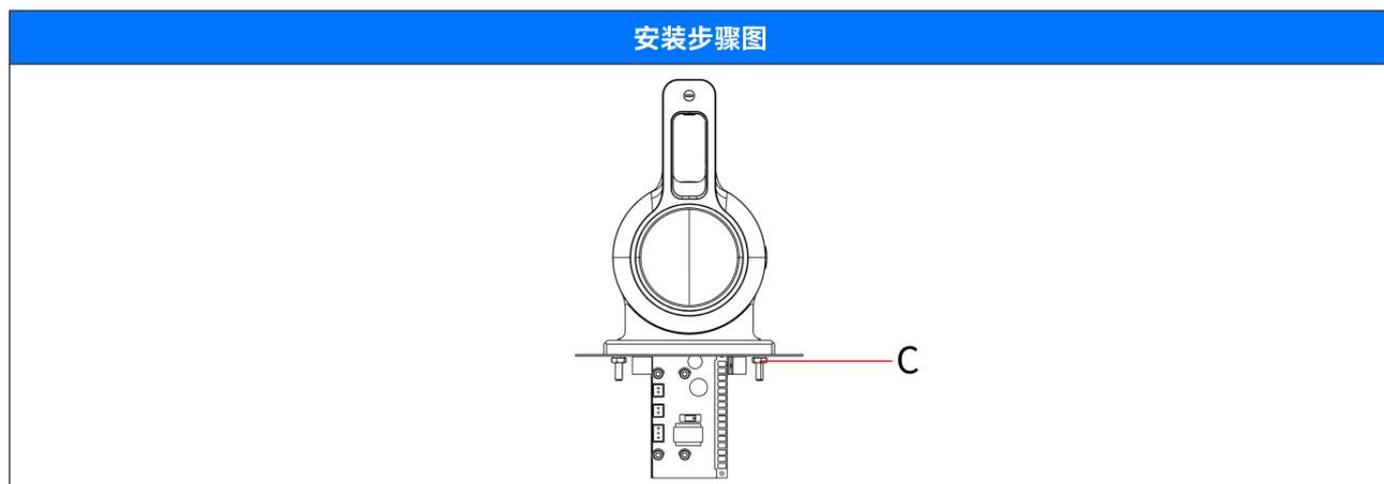

图3.3
3. 通过安装螺柱和配件将手柄固定在安装板上，拧紧螺母C。使手柄与安装板坚固可靠。接触面不得出现间隙、不可出现晃动，如图3.3。